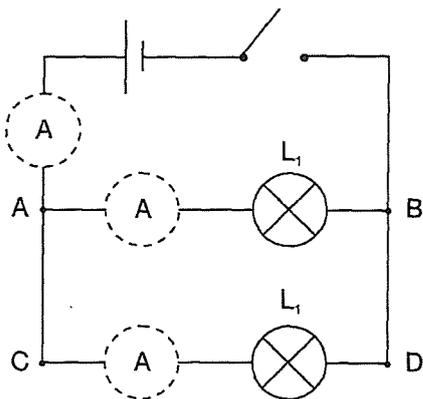

Figure 10.1
4.1. Réaliser le montage de la figure 10.1 **sans ampèremètre**. Fermer l'interrupteur. Connecter maintenant le voltmètre (calibre 5 V)* successivement aux bornes de chacune des deux ampoules. **Attention au sens de connexion du voltmètre!** Lire les tensions U_1 et U_2 régnant aux bornes de chacune des deux ampoules. Les noter. Ouvrir l'interrupteur.
4.3. Déconnecter l'ampèremètre et le reconnecter maintenant entre le point A et l'ampoule L_1 (calibre 50 mA)** , comme indiqué en pointillé sur la figure 10.1. Fermer l'interrupteur. Noter l'intensité I_1 du courant. Ouvrir l'interrupteur.
| 4.1 à 4.4 | 2 ampoules L_1 en parallèle (figure 10.1) | | | X | | | | X |
5.3. La première ligne du tableau permet d'établir une relation simple entre I , I_1 et I_2 dans le montage de la figure 10.1. Laquelle?